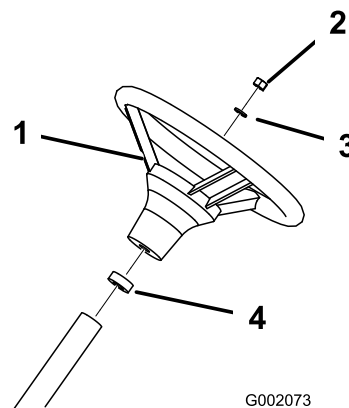

Figure 4
3. Fixez le volant à l'arbre avec l'écrou (Figure 4). Serrez l'écrou à un couple de 24 à 29 Nm.